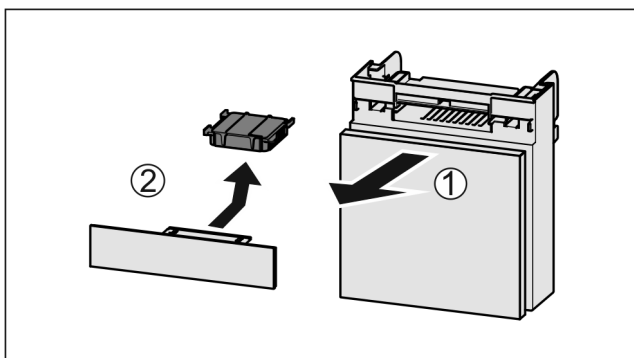

Fig. 74
- ▶ Estrarre il vano tirando in avanti Fig. 74 (1).
- ▶ Rimuovere il filtro a carboni attivi Fig. 74 (2).